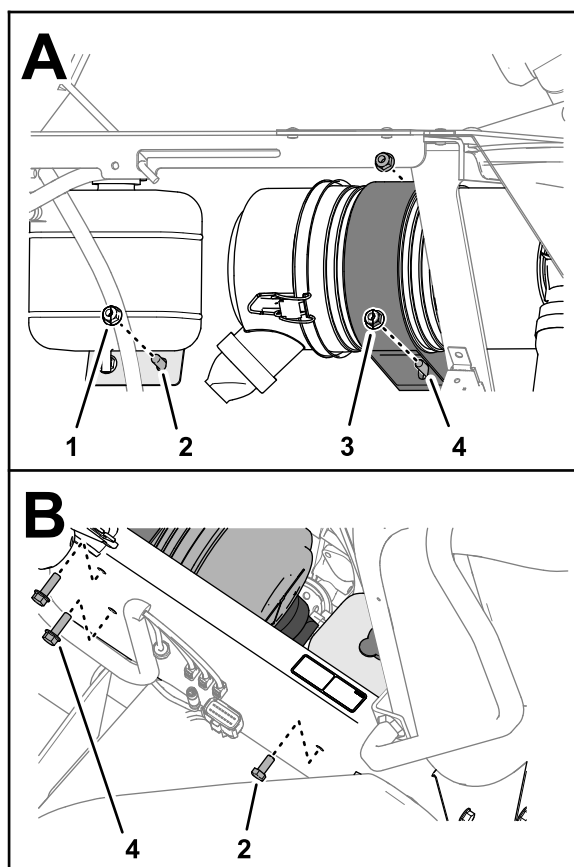

Рисунок 164
- Отверните 2 фланцевые контргайки (5/16 дюйма) и 2 болта с фланцевыми головками (5/16 x 1 дюйм), с помощью которых крепление воздухоочистителя подсоединено к правой панели опоры сиденья (Рисунок 164).
- Отверните заднюю фланцевую контргайку (5/16 дюйма) и колпачковый винт (5/16 x ¾ дюйма), которые крепят кронштейн бачка охлаждающей жидкости к правой панели опоры сиденья (Рисунок 164).